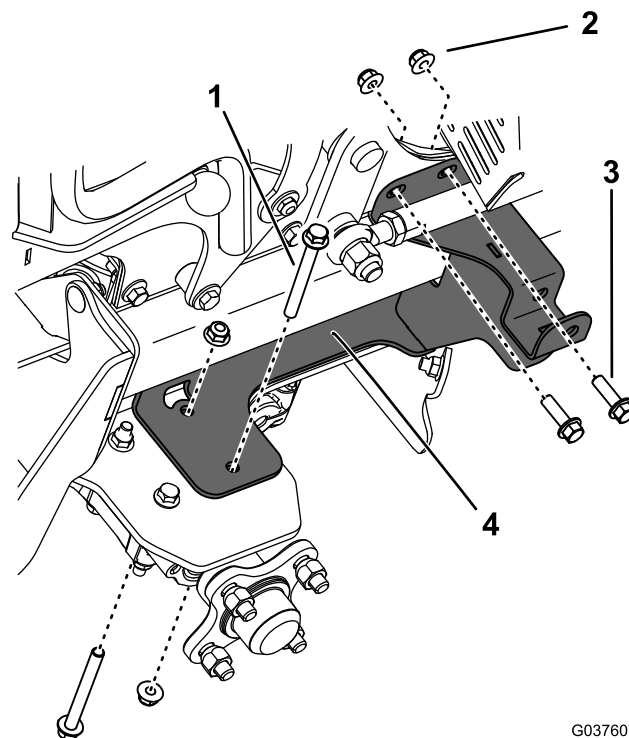

Figura 11
9. Retire os dois parafusos dianteiros e as duas porcas do suporte de montagem direito e os dois parafusos dianteiros e as duas porcas do painel da torre direita (Figura 11).
10. Utilize os parafusos e porcas que retirou no passo 9 para prender o suporte de montagem e resguardo da ventoinha na estrutura (Figura 11). Aperte os parafusos com uma força de 37 a 45 N·m.